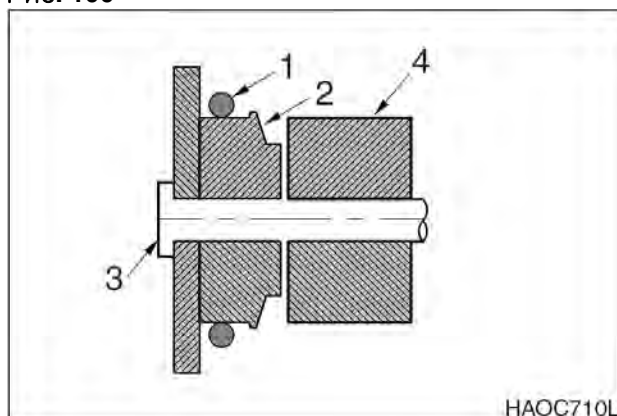

Рис. 101
2. Переместить старую уплотнительную прокладку (1, рис. 101) на выступ (2) вокруг пальца ковша (3). Удалить палец ковша и убрать рукоять или звено подвески ковша (4), чтобы они не мешали.
4. Выровнять рукоять или звено подвески с отверстием пальца ковша и вставить палец ковша (3, рис. 101).